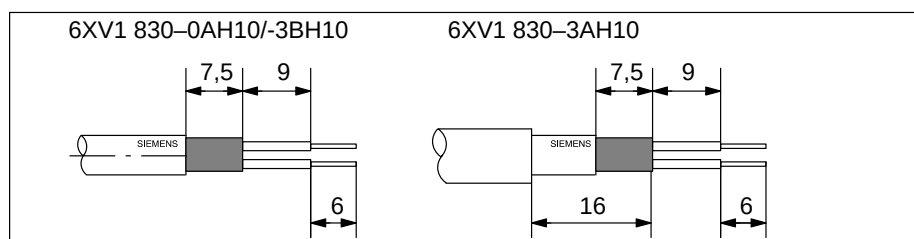

Figura 3-8 Longitud de pelado del cable para la conexión a un conector de bus (6ES7 972-0B.11 ...)
1. Pelar el cable de bus conforme a la figura 3-8.